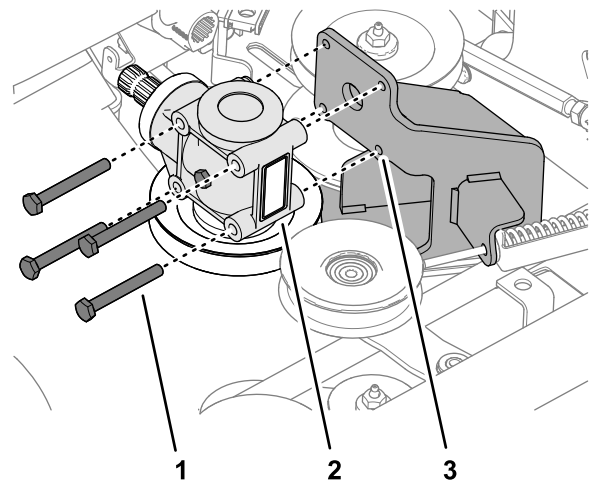

Figura 118
2. Rimuovete i 4 bulloni che fissano la scatola a ingranaggi del piatto di taglio al supporto della scatola (Figura 118).
1. Allineate i fori della scatola a ingranaggi del piatto di taglio con i fori del supporto della scatola; fate riferimento alla Figura 118 in Rimozione della scatola a ingranaggi (pagina 81).